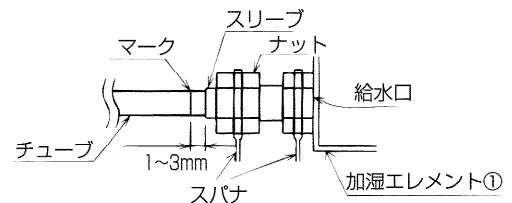

図9
- (イ) ナットをダブルスパナで $4^{+0.5}_{-0}$ N・mの力で締め付けてください。…図9